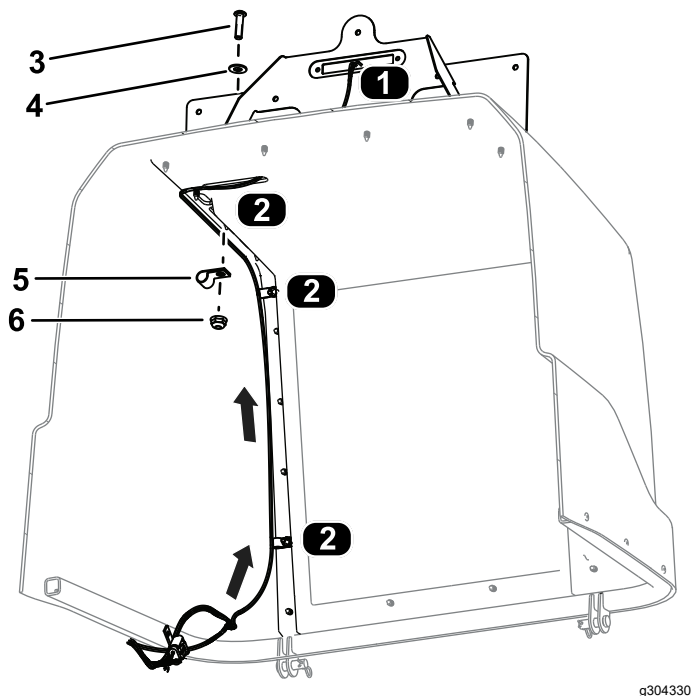

Figura 38
9. Encaminhe o conector da cablagem rotulada LICENSE LIGHT (J01, J02) através do capot e ligue-o à luz da matrícula (Figura 38).
10. Prenda a cablagem ao capot utilizando três parafusos de cabeça sextavada (¼ x 1 pol.), 3 anilhas chatas, 3 abraçadeiras e 3 porcas flangeadas (¼ pol.) como se mostra na Figura 38.